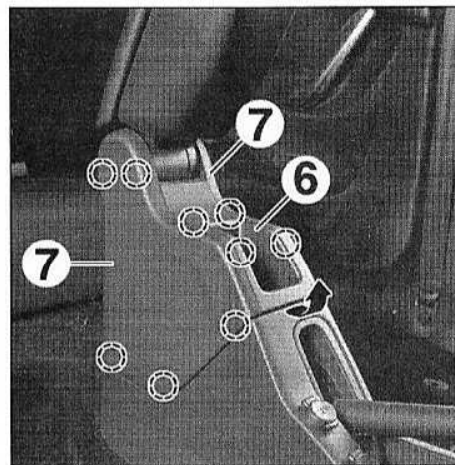

FIG.3
- Relever l'accoudoir pour dégrafer et déposer le vide-poches (6) en commençant par le bas (Fig.3).
- Dégrafer et déposer les garnitures latérales (7) en commençant par celle côté passager.